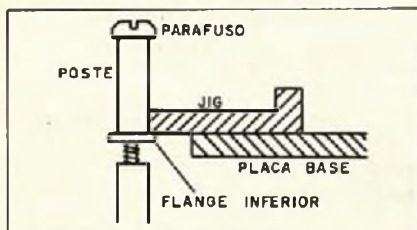

Figura 5
3. Adapte o jig de ajuste de altura sobre a placa base (figura 5).